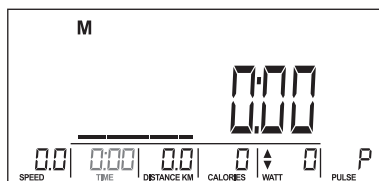
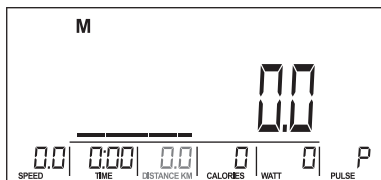
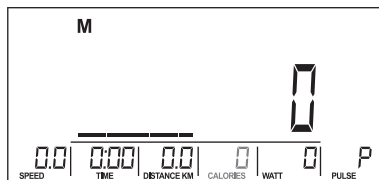
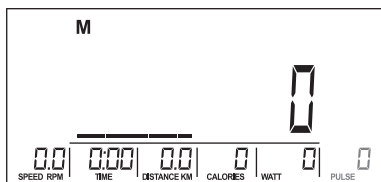

Fig. 10
Fig. 11
Fig. 12
Fig. 13
4. Use la perilla para ajustar TIEMPO (Fig. 10), DISTANCIA (Fig. 11), CALORÍAS (Fig. 12), PULSO (Fig. 13). Pulse MODE para confirmar.
3. Use la perilla para establecer el valor de TIEMPO (Fig. 10).